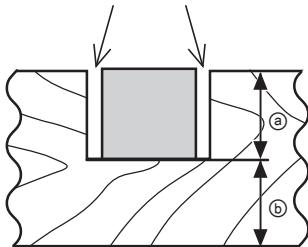

Fig. 46
- (2) Ajuste la profundidad de corte deseada regulando la distancia entre la hoja de sierra y la superficie de la mesa giratoria (consulte ⑥ de la Fig. 46).